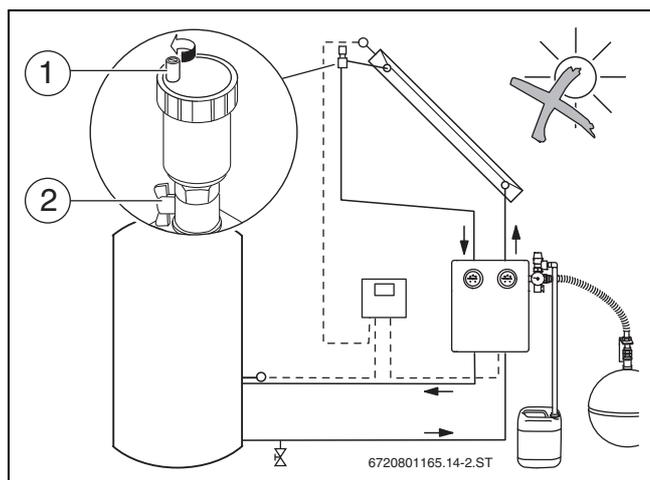

Fig. 41 Ouvrir le purgeur
- ▶ Fermer le robinet à boisseau sphérique de droite [2] sur le groupe de transfert et le robinet à boisseau sphérique sur le purgeur (→ Figure 41, [2]).